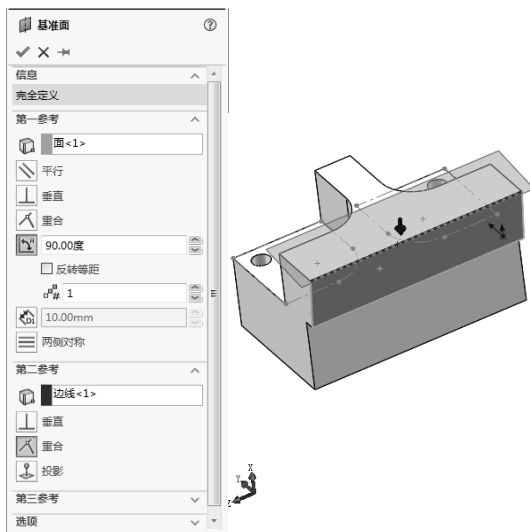

图 3-86 设置基准面参数
**03** 设置基准面参数。分别选择  $8^\circ$  斜面 and 面的棱边作为参考实体, 单击“两面夹角”按钮, 在右侧的文本框中输入角度 90, 如图 3-86 所示, 单击“确定”按钮, 生成与  $8^\circ$  斜面垂直并通过所选棱边的基准面。